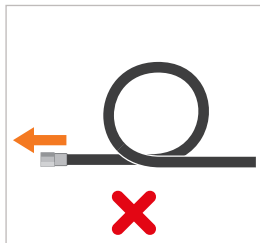

Abbildung 11
- ▶ Vermeiden Sie die Bildung von Schlauchschleifen und das Ziehen am Druckschlauch mit einer Schlauchschleife (Abbildung 11).